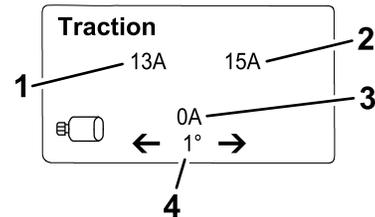

図 21
- **走行情報画面 図 21:** 現在のステアリング角度と、各走行モータに配分されている電流値を表示します。